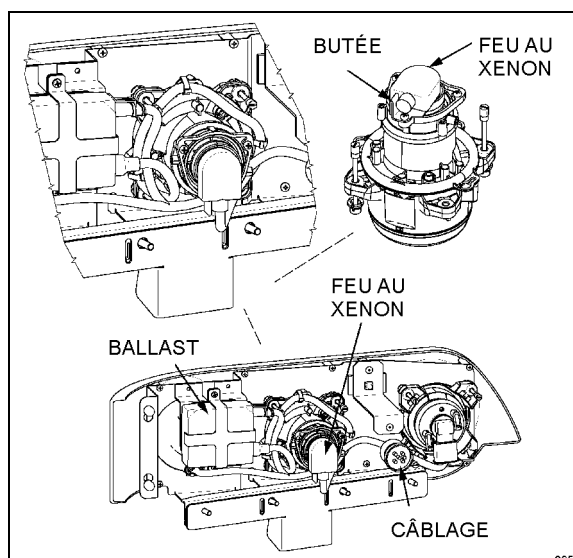

FIGURE 54 : EMPLACEMENT DU PHARE XÉNON
8. Les limites d'inspection en verticale pour les feux de croisement ou les feux de route à double faisceau sont tels que décrits dans le tableau 1. Dans le sens horizontal, le bord gauche de la zone longue portée doit être situé de 10 cm (4 po) à gauche à 10 cm (4 po) à droite de l'axe vertical du faisceau. L'écran de réglage doit être situé 7,6 m (25 pi) devant le véhicule (Figure 54).